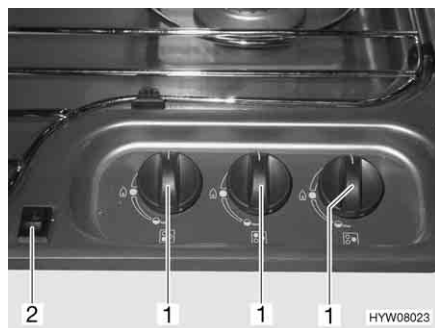

Fig. 100 Elementi di comando del fornello a gas
- Ruotare il pomello girevole (Fig. 100,1) dell'impianti a fiamma libera desiderato in posizione accesa (fiamma alta).
- Premere l'interruttore a bilico (Fig. 100,2). Sul bruciatore vengono prodotte scintille.